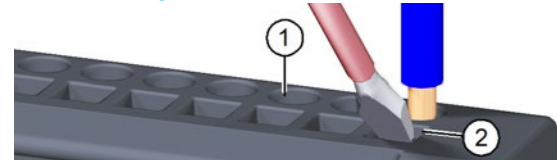

Abb. 5: Backplane verdrahten
- Verdrahten Sie die Backplane nach den Installationsvorgaben. Die Öffnungen für die Push-In-Klemmen (Pos. 1 in Abb. 5) befinden sich an der Ober- und Unterseite der Backplane. Das Etikett auf der Backplane zeigt die Anschlussbelegung der Klemmen.
- Führen Sie den Starrdraht bzw. die Aderendhülse in die runde Öffnung zur Push-In-Klemme (Pos. 1 in Abb. 5) bis zum Anschlag ein.
- Führen Sie den Schraubendreher in die quadratische Öffnung (Pos. 2 in Abb. 5) im 45°-Winkel schräg von vorne ein.